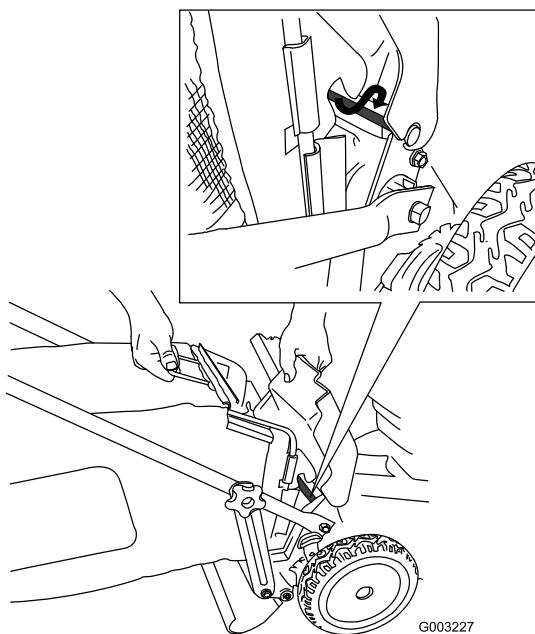

Figura 31
3. Instale la bolsa sobre la varilla de la puerta (Figura 31).